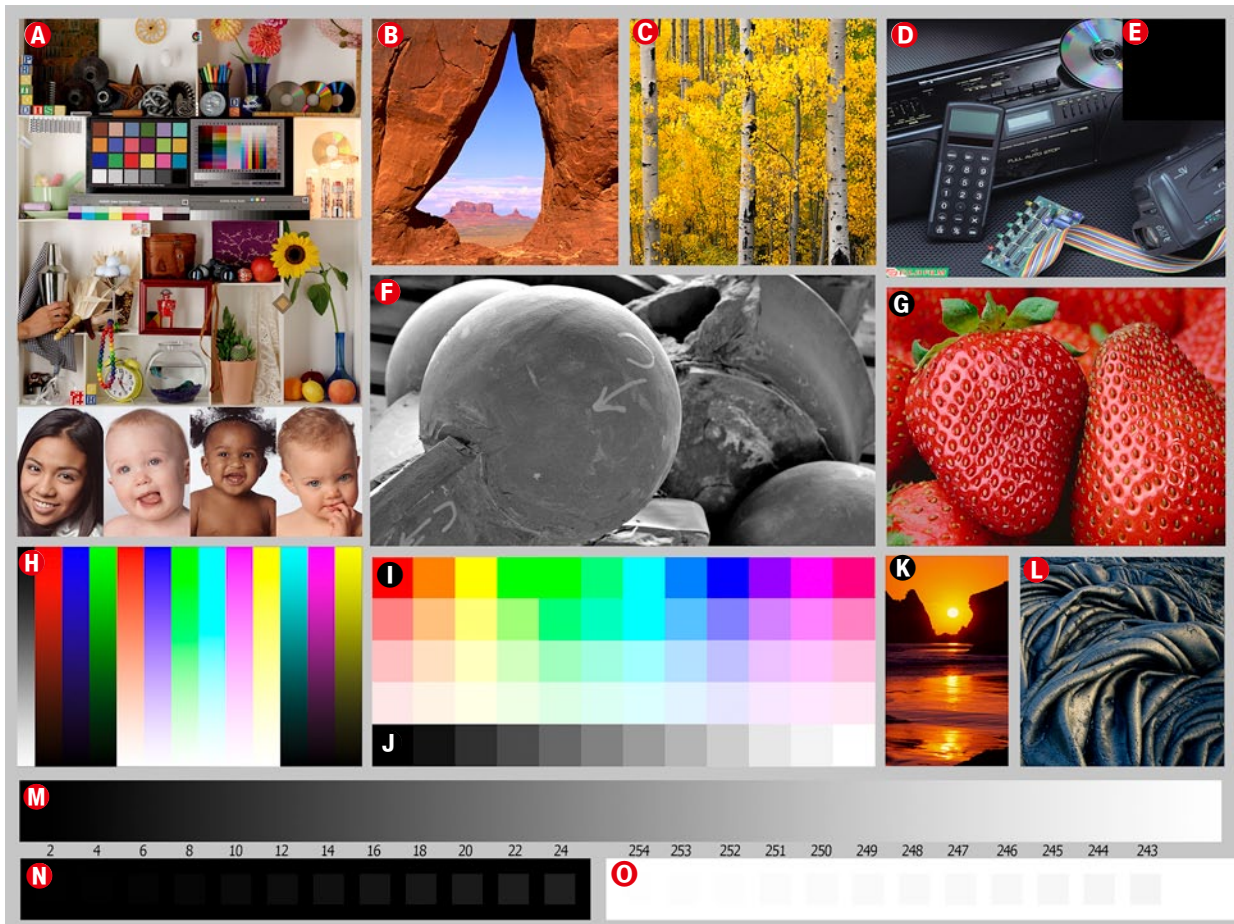

Abb. 3-47: Unser Bild zur Plausibilitätsprüfung Ihrer Profile (Monitor, Drucker und Druckertreibereinstellungen).
Ein solches Testbild, das man in Abbildung 3-47 sieht, findet man kostenlos unter [1]. Weitere nützliche Testbilder finden Sie bei Bill Atkins unter [10] sowie bei Hutcheson Consulting [14]. Sie sollten ein solches Bild dazu benutzen, Ihr neu erstelltes Farbprofil zu überprüfen. Stimmt die
Inspizieren Sie ein Bild von Abbildung 3-47 auf dem Monitor, so sollten Sie beispielsweise klar alle zwölf Graustufen in der Graustufenleiste ③ unterscheiden können. Falls nicht, ist Ihr Monitor falsch eingestellt – zu hell, zu dunkel, zu kontrastreich oder zu kontrastarm. Auch im Druck sollten zwölf unterschiedliche Helligkeiten klar unterscheidbar sein.
Der absolute Weißpunkt des Bilds in Abbildung 3-47 liegt rechts, außerhalb des Testbilds auf dem unbedruckten Papier. Dies erlaubt auch zu prüfen, wie der Weißpunkt des reinen Papiers aussieht, wenn der Drucker im eigentlichen Bild Gloss-Optimizer einsetzt.
Für die Messung verwenden wir selbst *BabelColor* [15] und messen dazu zunächst den Reflexionsgrad des weißen, unbedruckten Papiers und danach den Reflexionsgrad des reinen Schwarz – den des Schwarzfeldes **E** rechts oben in Abbildung 3-47. Dmax ergibt sich dann aus der Differenz.